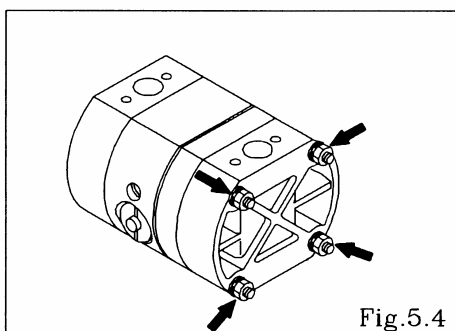

Fig.5.4
Vea [9.Vista despiezada] en la pág. 11 y siguientes. (Las Fig. 5.4, 5.5 y 5.6 muestran NDP-5 FPT).
- Retire las 8 (12 en NDP-15) tuercas retenedoras de la cámara de salida y quite esta cámara. [Fig. 5.4]